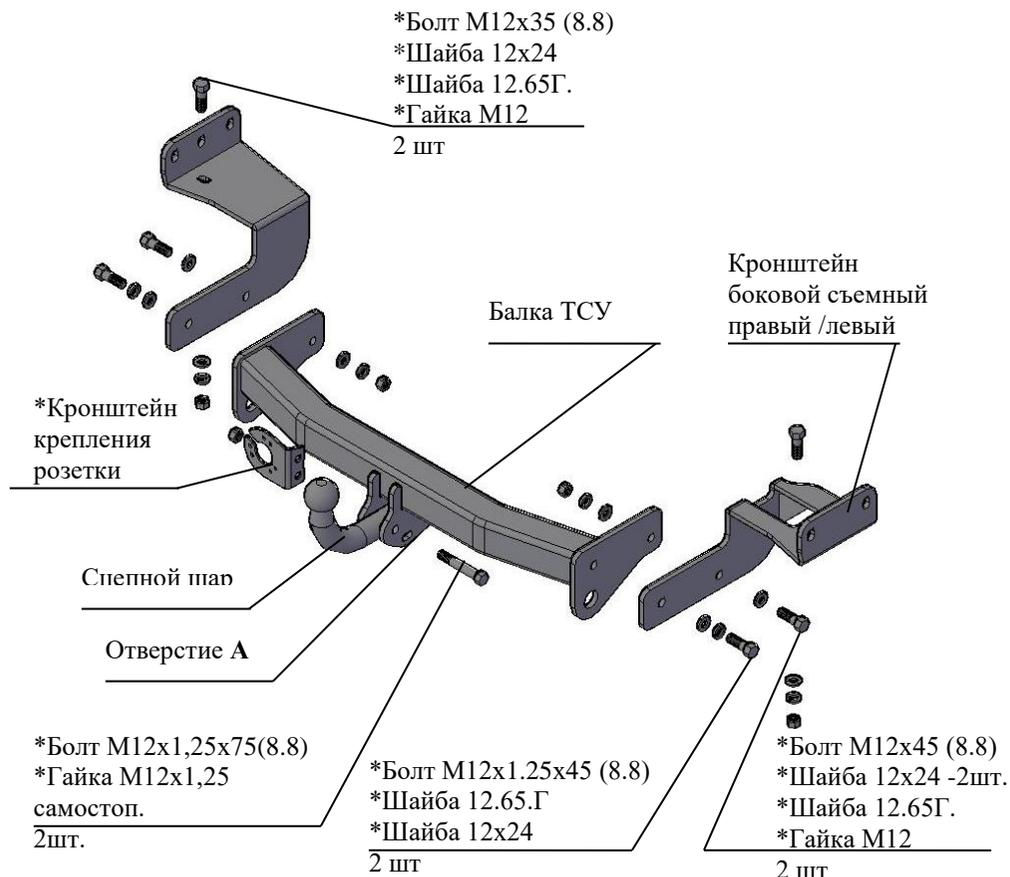

Рис.1 Тягово-цепное устройство 7150
2.1 ТСУ 7150 в сборе (рис.1)	1 шт.
2.2 Пакет с комплектующими (см. рис.1)	1 шт.